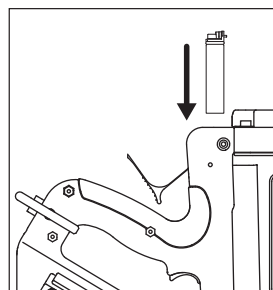

Figura 11
2. Introduzca la célula de combustible, primero la base, dentro de la herramienta con la válvula de medición apuntando hacia la válvula de gas roja de la herramienta (vea la Figura 11).